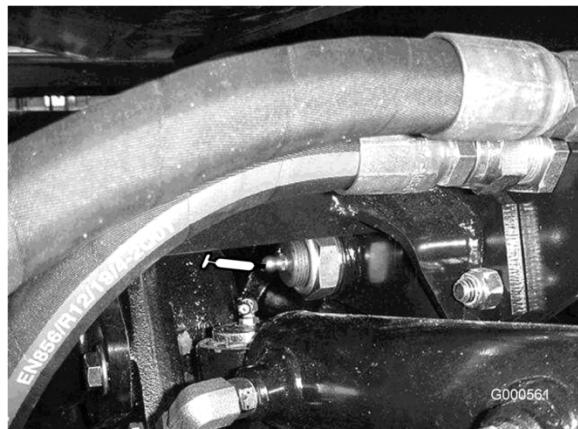

Bild 25
- Hinterachse-Drehbüchsen (2) (Bild 25)